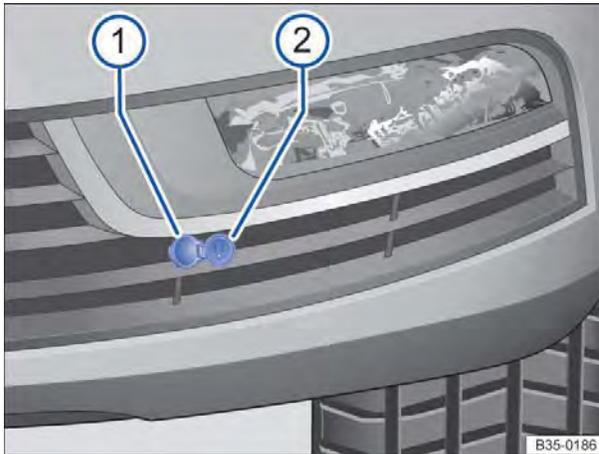

Fig. 138 No para-choque dianteiro direito: entrada de conexão ② para o pré-aquecimento do motor.
- Abrir a capa de cobertura ⇒ Fig. 138 ①.
- Conectar o cabo de conexão na tomada ②.
- Antes de ligar o motor, desconectar sempre o cabo de conexão e fechar a capa de cobertura ①.